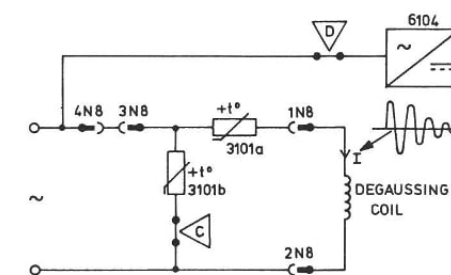

Fig. II-8
- Die Schaltung für KT4 ist in Bild II-8 enthalten. Die Kaltleiter (PTC) R3101 und R3101b haben im kalten Zustand einen niederohmigen Widerstandswert. Beim Einschalten des Gerätes ist der Strom durch die Entmagnetisierungspule etwa 5A. Dadurch werden die Widerstände schnell aufgeheizt, so dass ihr Widerstandswert beträchtlich ansteigt. Der Entmagnetisierstrom ist dann vernachlässigbar gering. Weil R3101b thermisch mit R3101a gekoppelt ist, bleibt R3101a warm und der Strom niedrig. Nach Lösen des Steckers N8 ist der Stromkreis unterbrochen. Der Kaltleiter (PTC) kühlt dann ab, so dass nachher durch Zurückstecken des Steckers eine Sichtkontrolle auf die Entmagnetisierung möglich ist.